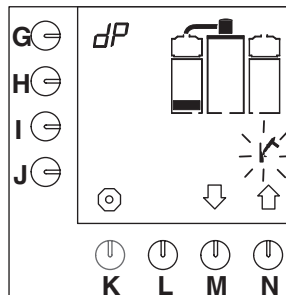

Fig. 17 Eerste niveau ontkalkingsprogramma koffiezetstelsysteem
- Het eerste niveaublokje verschijnt in het display en het hamersymbool knippert (fig. 17).